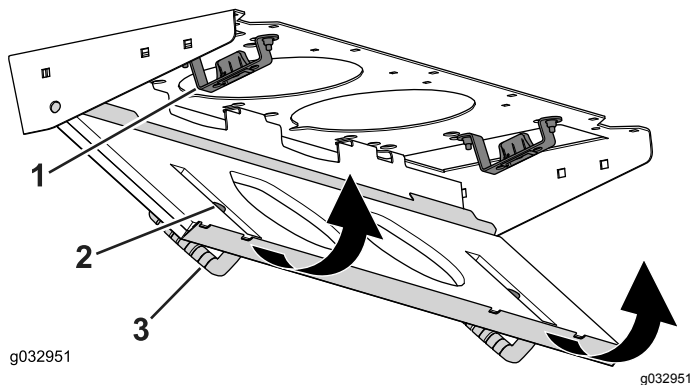

Figura 94
4. Gire la rejilla del filtro sobre las pestañas hasta que el resbalón se bloquee en el cerradero (Figura 94).